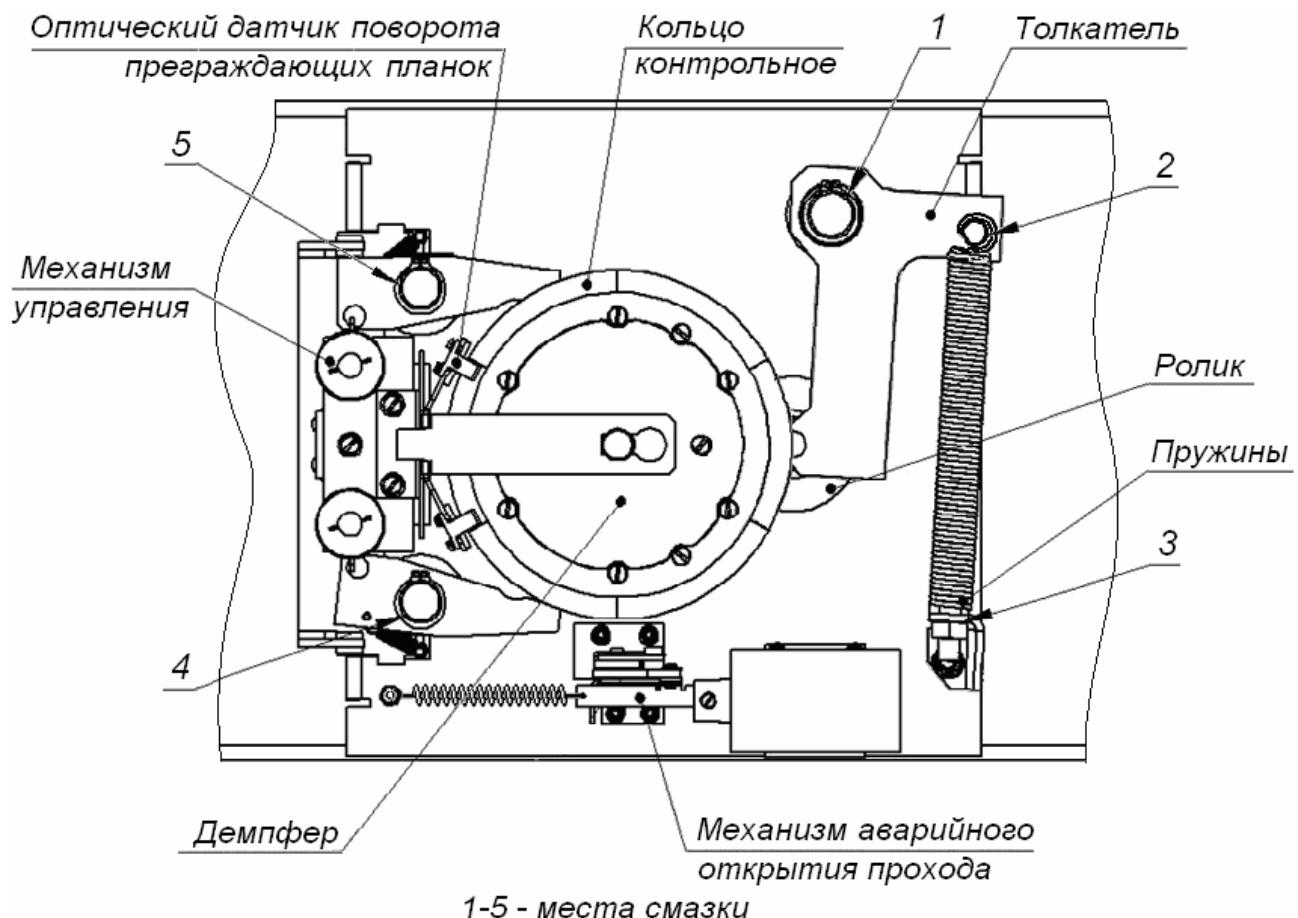

Рисунок 13. Расположение внутренних деталей и узлов стойки ЭП
4. Снимите крышку (3) в порядке, указанном в разд. 6 и положите ее на ровную устойчивую поверхность.
5. Осмотрите устройство доворота (толкатель, пружины и ролик), оптические датчики поворота преграждающих планок и демпфирующее устройство (см. рис. 13).
- смазкой ***Chain and Rope Lube Spray - WEICON*** оси вращения рычага толкателя (1, рис. 13) ролика и стопоров (4, 5, рис. 13);
- смазкой ШРУС-4 точки крепления пружинворота (2, 3, рис. 13).
9. Проверьте крепление преграждающих планок (4) в шарнирных узлах турникета и, при необходимости, подтяните крепежные винты.